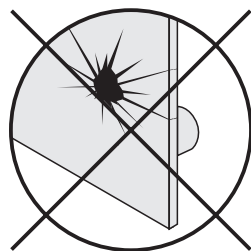

Рис.1
4.7. Запрещается пользоваться дизайн-радиатором, если нагревательная панель имеет механические повреждения (рис. 1).